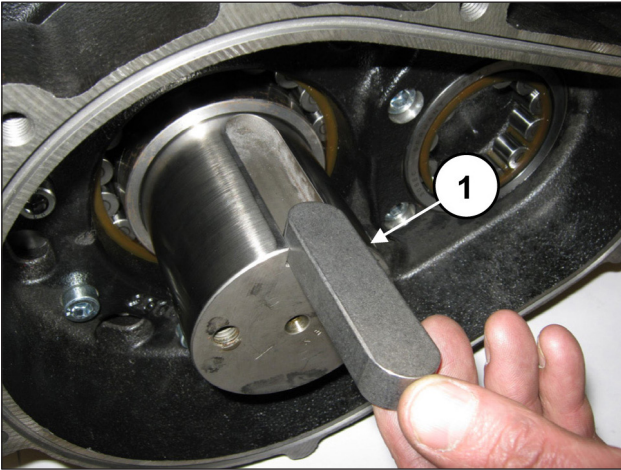
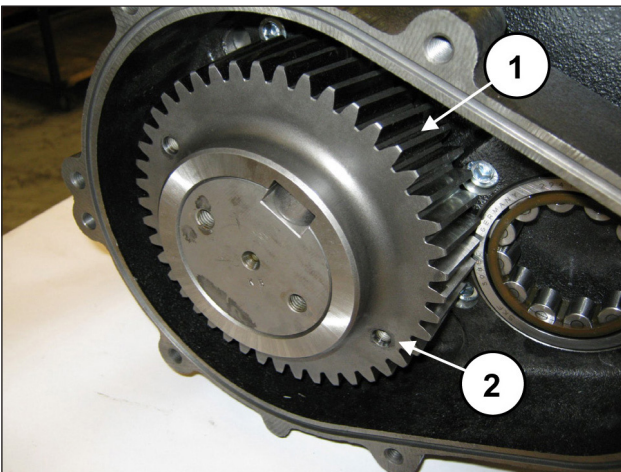

Fig. 74
Fig. 75
Appliquer la languette 22x14x80 dans le logement de l'arbre (rep. ①, Fig. 74) et insérer la couronne sur l'arbre (rep. ①, Fig. 75).
**Monter la couronne en s'assurant que les deux orifices M8 (à utiliser pour l'extraction) sont tournés vers l'extérieur de la pompe (rep. ②, Fig. 75).**